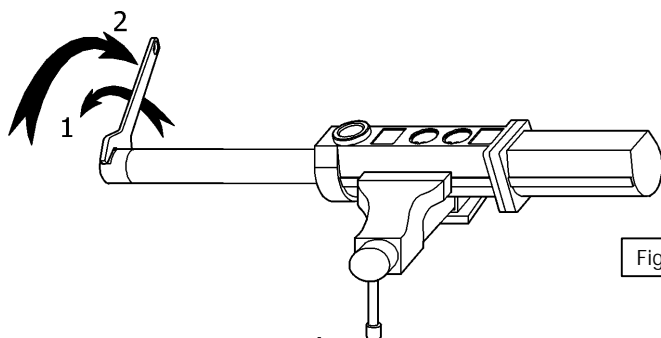

Fig. 4
1. Secure the pump in a vice in the horizontal position, tightening the jaws on the provided pads along the pump body (16).
2. Strike gently a couple of strokes on the body base (29) with a plastic hammer.
3. To unscrew the suction tube (30) from the pump body (16), use a n° 32 wrench in the milling of the foot valve body (35) (fig. 4). Pull first clockwise to break the sealing, and then counter clockwise to loosen and remove the tube assembly, including the body base (29).
1. Fijar la bomba en una mordaza agarrando por el cuerpo de la bomba (16) con la bomba en posición horizontal.
2. Pegar unos golpes con un martillo plástico en la base cuerpo motor aire (29).
3. Para desenroscar el tubo de aspiración (30) del cuerpo de la bomba, usar llave fija de 32 mm en el fresado del cuerpo válvula de pie (35) (Fig. 4). Tirar primero contra las agujas del reloj para romper el sellador y luego hacia el otro sentido para desenroscar y quitar el conjunto tubo de aspiración, incluyendo la base (29).
1. Placer la pompe sur un établi et la serrer au niveau du corps de la pompe (16) en maintenant la pompe en position horizontale.
2. Donner de légers coups au niveau de la base du corps du moteur d'air (29) et ce à l'aide d'un marteau en plastique.
3. Desserrer le tube d'aspiration (30) du corps de la pompe à l'aide d'une clé fixe de 32 mm au niveau du fraisage du corps du clapet de pied (35) (voir Fig.4). Tirer tout d'abord dans le sens contraire des aiguilles d'une montre pour décoller la pâte d'étanchéité et tirer ensuite dans le sens des aiguilles d'une montre pour desserrer et retirer l'ensemble du tube d'aspiration, base comprise (29).